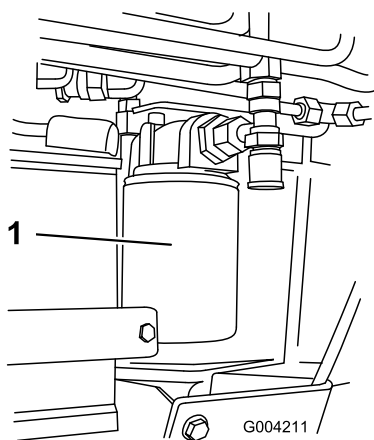

Bild 53
4. Stellen Sie eine Auffangwanne unter den Filter (Bild 53).
5. Entfernen Sie den alten Filter (Bild 53) und wischen Sie die Dichtfläche am Anbaustutzen ab.
7. Drehen Sie den Austauschfilter auf den Anbaustutzen auf (Bild 53). Ziehen Sie ihn nach rechts fest, bis die Gummidichtung den Anbaustutzen berührt. Ziehen Sie ihn dann um eine weitere 3/4 Umdrehung fester.